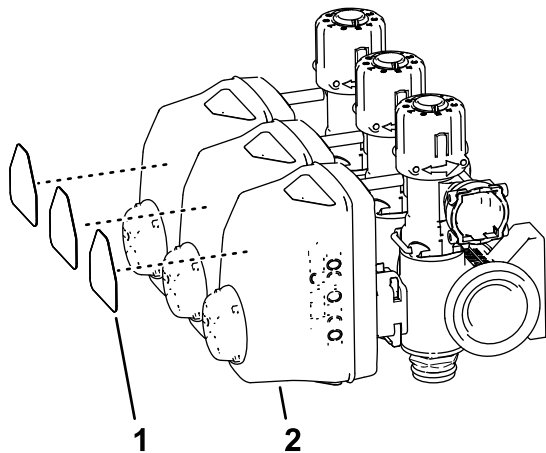

Figura 70
5. Retire las pegatinas de los actuadores de las 3 válvulas de sección (Figura 70).